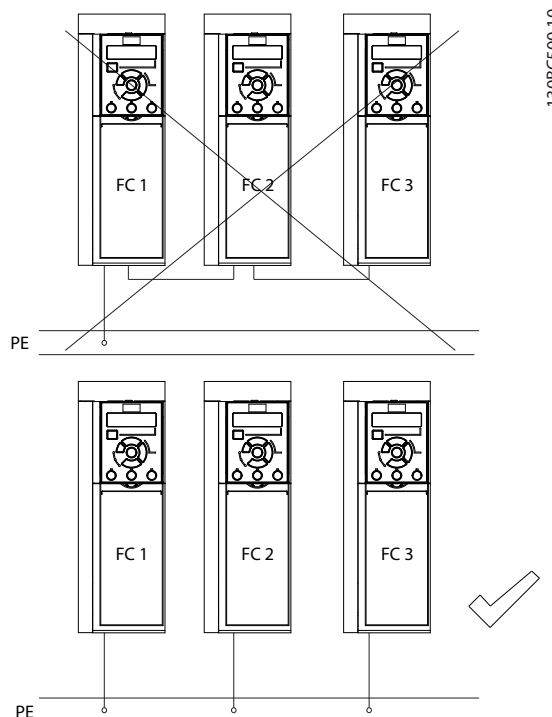

图 2.3 接地原理
- 请勿以“菊花链”方式将一台变频器的地线连接至另一变频器的地线上（请参阅图 2.3）。